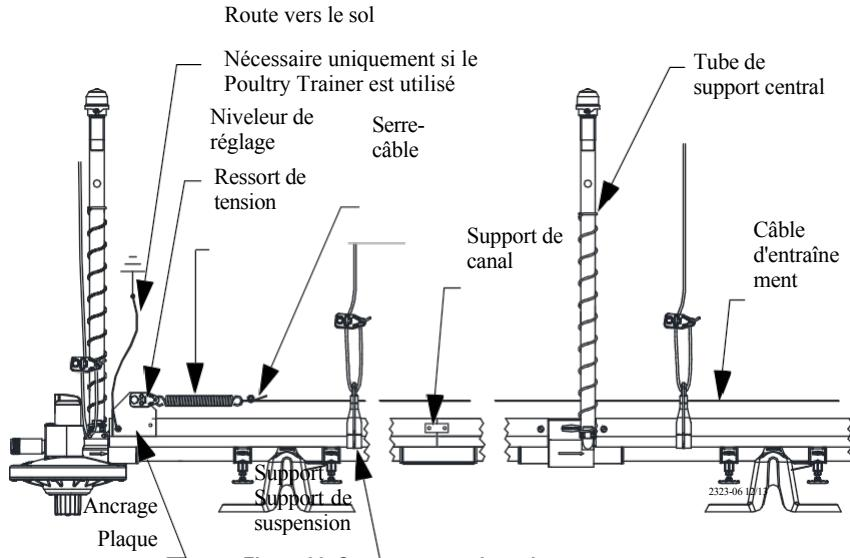

Figure 36. Composants anti-perchage
- Assurez-vous que la plaque d'ancrage avec nivelleur de réglage est installé au début et à la fin de chaque ligne anti-perchoir. Voir **figure 36**.
- Remarque : assurez-vous que le canal de support est relié à la terre (pour garantir le bon fonctionnement du dresseur de volaille). Il sera nécessaire d' installer un fil de raccordement au tube du support, aux assemblages d' entrée, etc., pour garantir le circuit de mise à la terre. Voir la **figure 36**.